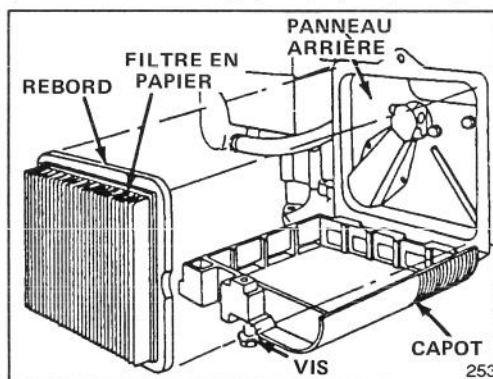

Figure 18
3. Retirer le filtre en papier (Fig. 18) et le jeter.
4. Installer le nouvel élément de filtre à air en papier dans le sens illustré à la figure 18, de façon à ce que son rebord touche le panneau arrière.